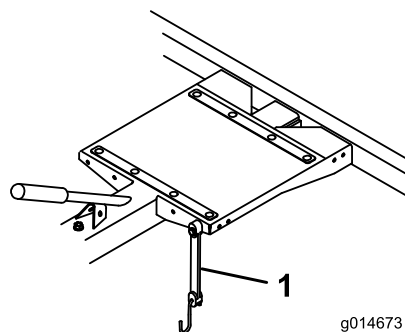

Figure 15
- Durant le transport, utilisez la sangle élastique pour arrimer la tondeuse sur la remorque (Figure 15). Vous pouvez accrocher la sangle élastique dans d'autres trous pour arrimer différentes tondeuses.